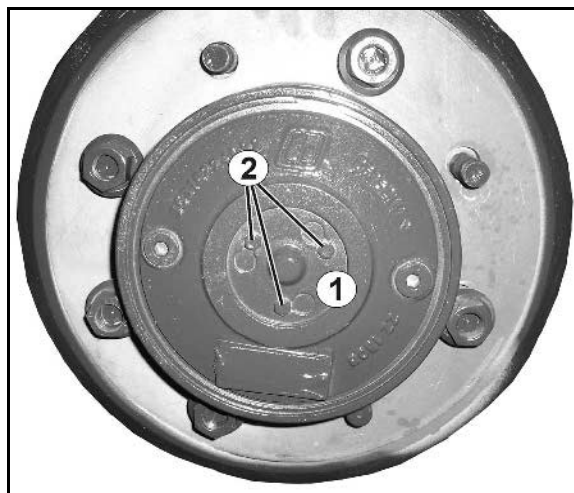

Fig. 119
Når maskinen skal bugseres, kan de hatteformede dæksler (Fig. 119/1) drejes.
1. Her skal du løsne skruerne (Fig. 119/2).